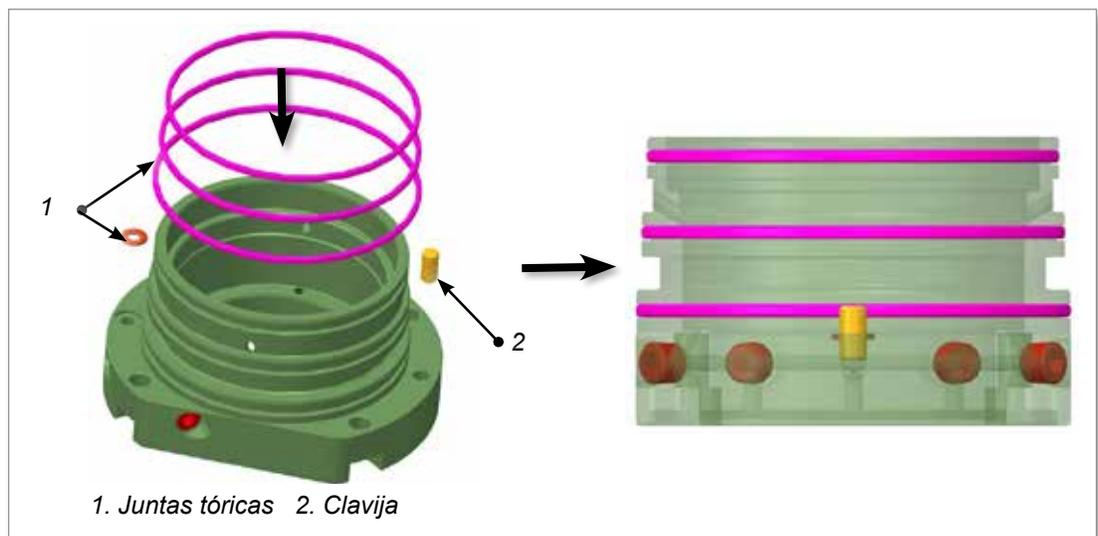

Figura 11-19 Instalación de las juntas tóricas y la clavija
18. Como se muestra en el pano de ensamblaje general, instale las juntas tóricas en las ranuras del cuerpo externo. Empuje con el dedo las juntas tóricas en las ranuras con cuidado. Asegúrese de que las juntas tóricas estén firmemente asentadas en la ranura. Consulte la Figura 11-19.
19. Instale la clavija en el cuerpo externo. Consulte la Figura 11-19.